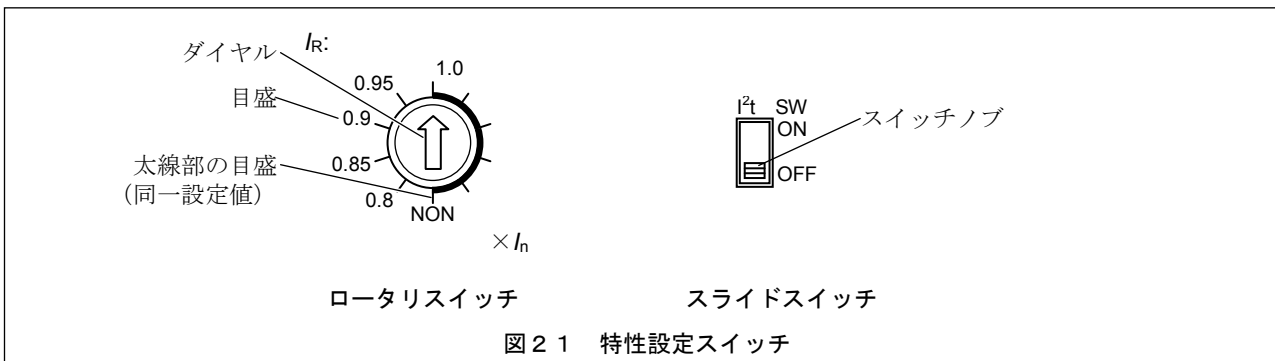

図21 特性設定スイッチ
- 3) 特性の設定は、ステップ式ロータリスイッチとスライドスイッチで行います。図21にスイッチを示します。